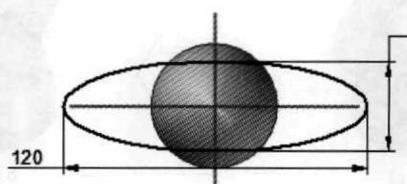

图 2.6 草图 3
Step6. 创建图 2.6 所示的草图 3。在 **草图** 区域中单击  按钮，选取平面 5 为草图平面，绘制图 2.6 所示的草图。